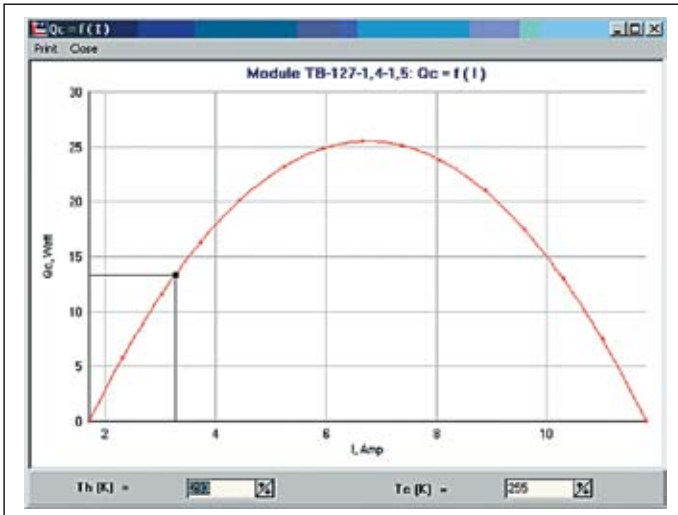

Рис. 18. Определение рабочего тока по значению требуемой холодильной мощности
5. На графике $Q_c = f(I)$ группы № 1 находим холодопроизводительность $Q_c = 13$ Вт, которая соответствует рабочему току $I = 3,2$ А (рис. 18).